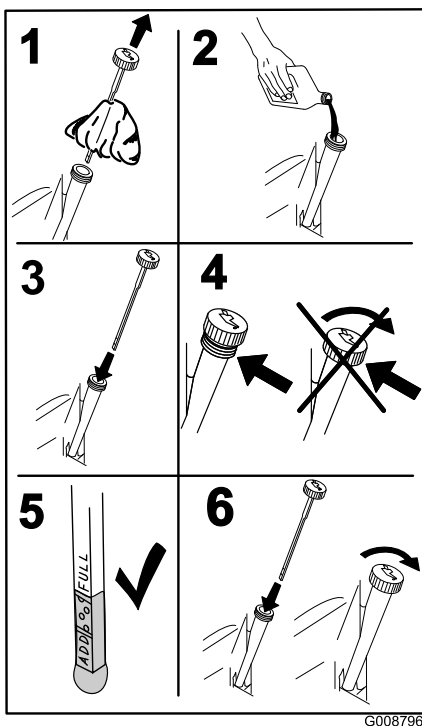

Figura 46
- Deite cerca de 80% do óleo especificado no tubo de enchimento e adicione lentamente o óleo adicional para atingir a marca **Full** (Figura 46).